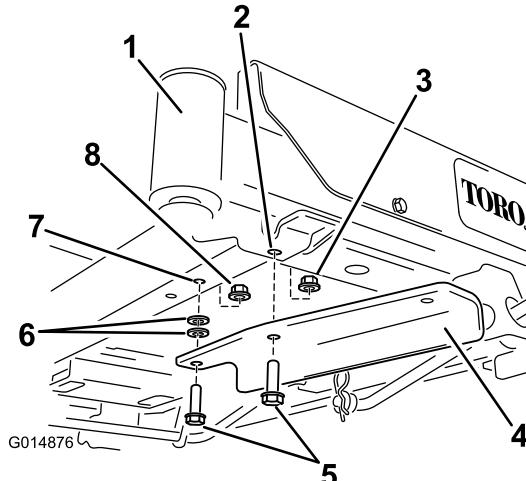

Figura 6
- Per le macchine non dotate di pedale di sollevamento assistito, assicurate la staffa mediante 2 bulloni ($\frac{3}{8}$ " x 1 $\frac{1}{4}$) 2 rondelle e 2 dadi di bloccaggio ($\frac{3}{8}$) (Figura 6).